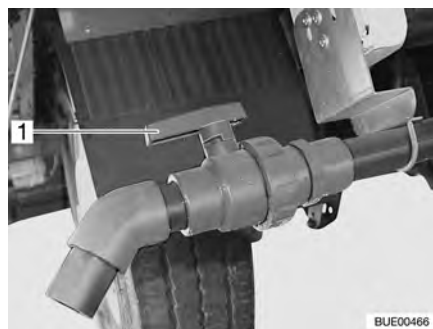

Bild 204 Avtappningskran
- Vrid utloppsventilens handtag (Bild 204,1) i flödesriktningen.